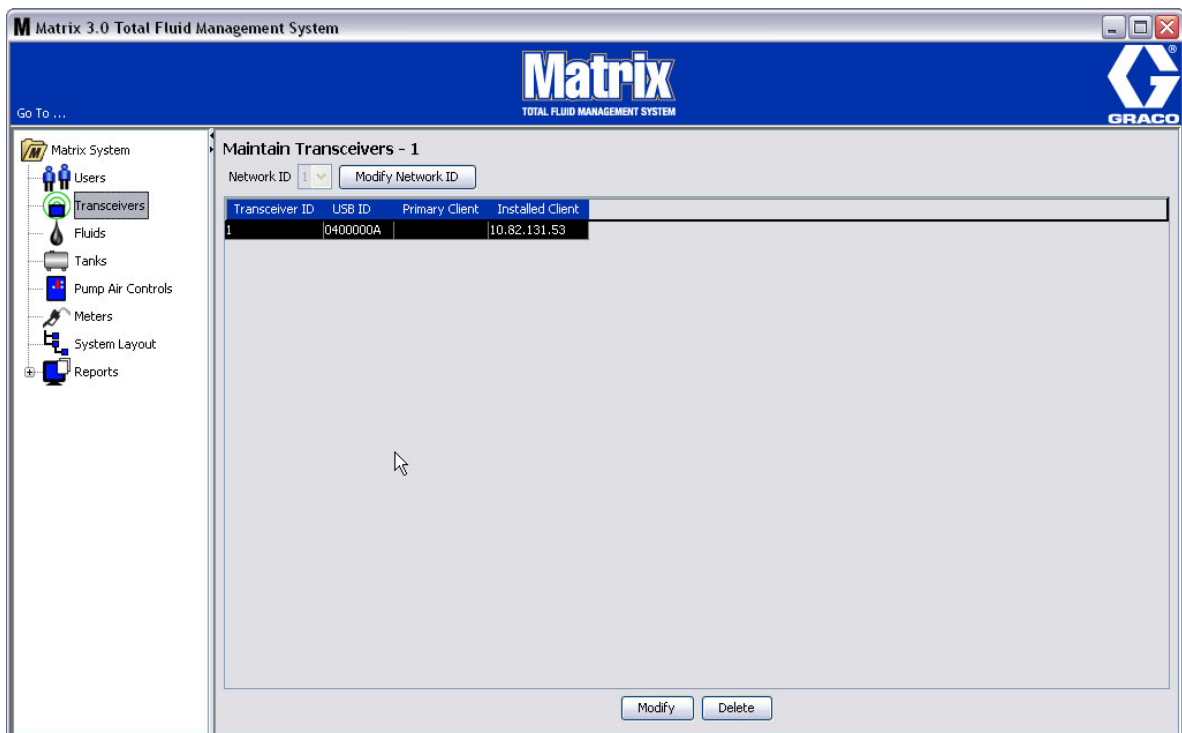
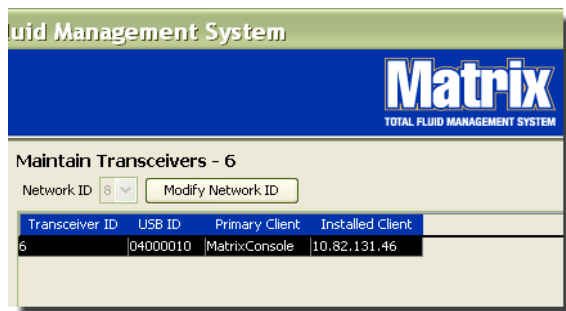

FIG. 58
FIG. 59
La pantalla Transceptor del software de Matrix 3 Basic que se representa en la FIG. 58) se utiliza para:
2. Para configurar la ID de red, seleccione el botón Modificar ID de red que se representa en FIG. 59.
4. El número de ID de red seleccionado ahora se visualiza en la parte superior de la pantalla Transceptor, en el campo ID de red según representa en las FIG. 58 y FIG. 59.